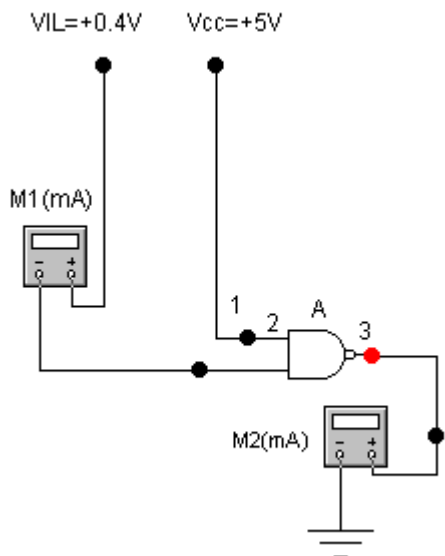

Figura 1.1 Configuración para medir la corriente de entrada en estado bajo.
- V.1.1** Armar el circuito mostrado en la figura 1.1 utilizando el circuito integrado 74F00. Seleccionando la escala adecuada, mida la corriente de entrada en estado bajo " $I_{IL}$ " en el amperímetro M1, siendo un estado bajo, nivel cero, igual a 0 V ó +0.4 V. Medir el voltaje de salida en estado alto " $V_{OH}$ " en el voltmetro M2.